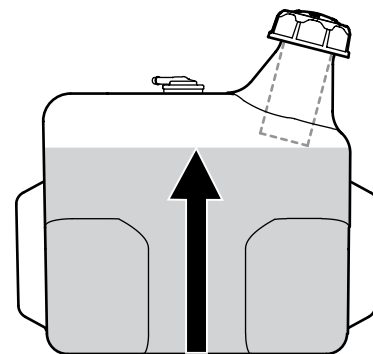

Figura 2-28
2. Abasteça com gasolina. Use gasolina limpa, nova (não mais do que 30 dias da compra) e sem chumbo. Encha o tanque não mais do que 1/2" abaixo da base do bujão de enchimento para dar espaço para a expansão do combustível. Veja Figura 2-28.
**IMPORTANTE:** Não encha demasiado o tanque. Encha o tanque não mais do que ½" - 12 mm - abaixo da base do bujão de enchimento para dar espaço para a expansão do combustível. Veja Figura 2-28.